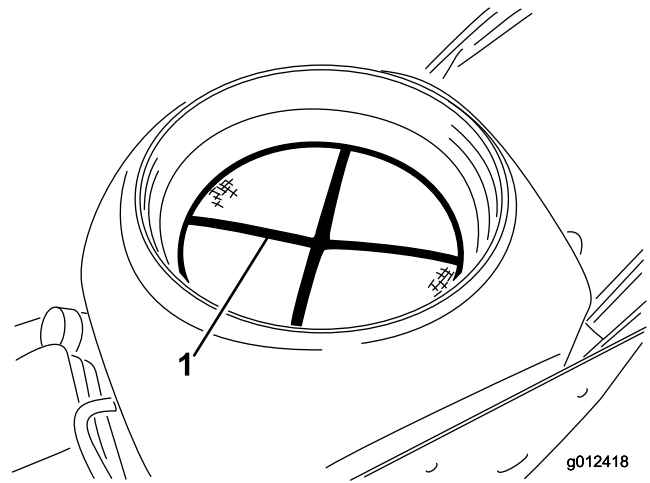

Figura 30
2. Retire el filtro del depósito de pintura (Figura 30) y límpielo con agua.